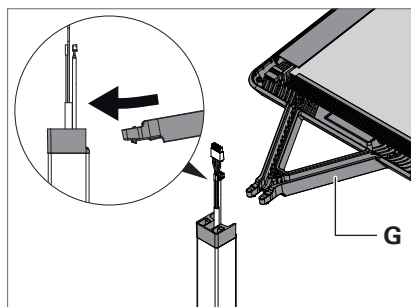

Fig. 3: Montare la testa dell'apparecchio.
- Inserire il braccio di supporto **G** della testa dell'apparecchio con una leggera inclinazione verso il basso nell'adattatore fino alla battuta, vedere Fig. 3.